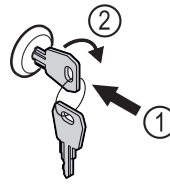

Fig. 72 Immagine a titolo di esempio
- ▶ Inserire la chiave Fig. 72 (1).
- ▶ Ruotare la chiave di 90° in senso orario Fig. 72 (2).